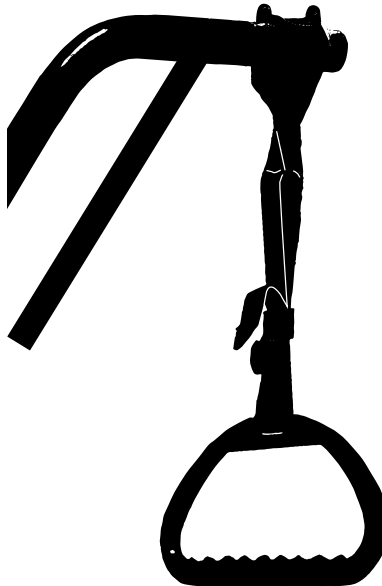

**Figura 25 – Instalación de la barra elevadora**
1. Inserte la barra elevadora en uno de los dos manguitos para accesorios (Figura 25).